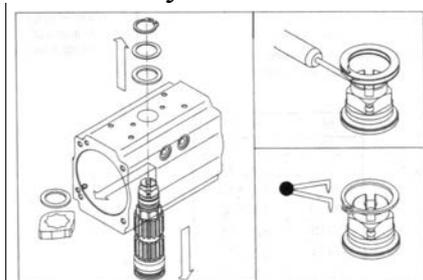

Рисунок 5
д) Демонтаж вала (60), рисунок 5: